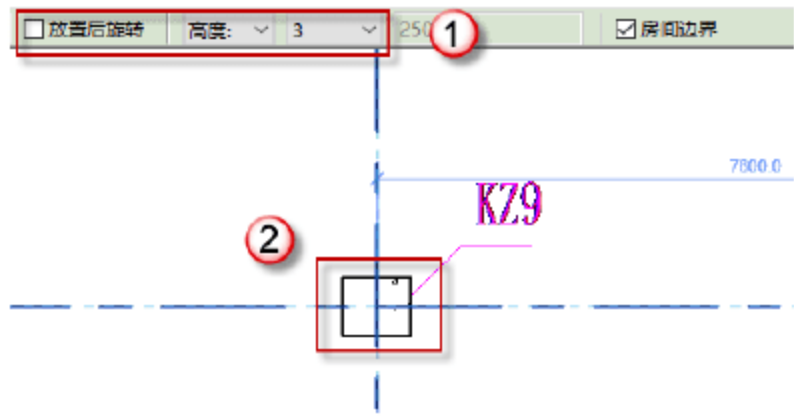

图 4.1.20 绘制矩形框架柱 KZ9
(20) 绘制矩形框架柱 KZ9，按快捷键 C+L，取消“放置后旋转”复选框的选择，改为“高度”放置，使顶部标高对齐标高结构 3 层，如图 4.1.20 所示。